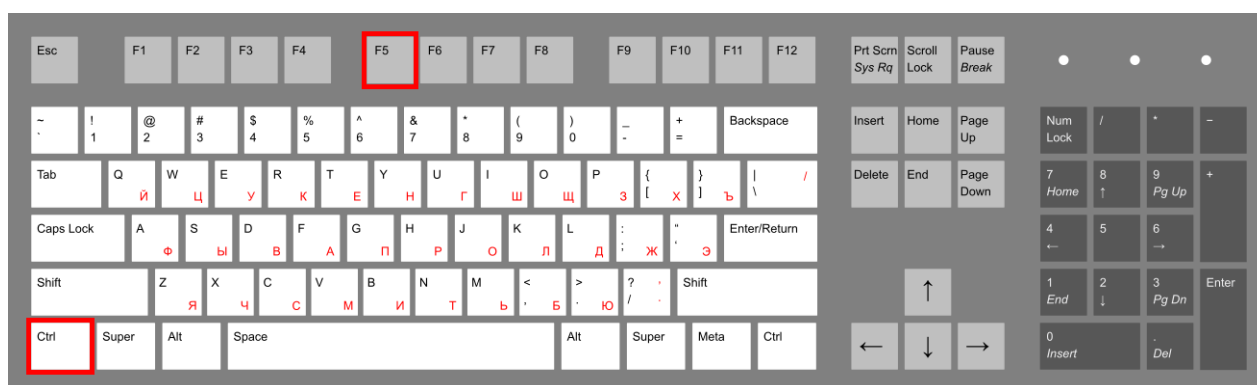

Рисунок 16.1 — Клавиши «Ctrl» и «F5»
- Зажать клавишу клавиатуры «**Ctrl**» и нажать на клавишу «**F5**», рисунок 16.1;